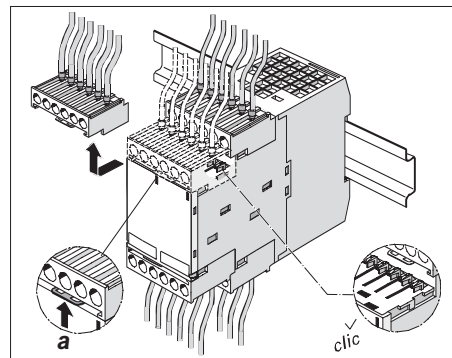

Bild 2: Kodierte Anschlussklemmen abnehmen und aufstecken
- ▶ Zum Abnehmen der kodierten Anschlussklemmen Sicherungsfeder **a** wegdrücken und Klemme nach vorne wegziehen (siehe Bild 2).